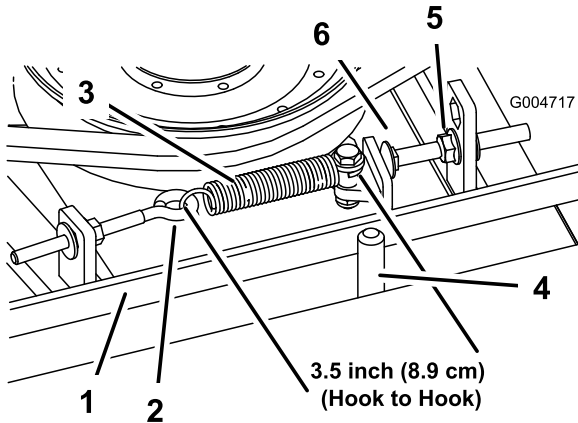

Figure 99
Lorsque le ressort d'extension est correctement tendu, l'intérieur doit mesurer (d'un crochet à l'autre) entre 8,3 et 9,5 cm. Lorsque le ressort est correctement tendu, ajustez le boulon de butée (boulon de carrosserie) jusqu'à obtention d'un jeu d'environ 2 à 5 mm entre la tête du boulon et le bras de tension (Figure 99).
Remarque: La courroie doit être placée du côté ressort du guide (Figure 99).
- Desserrez le boulon à œil pour pouvoir enlever le ressort d'extension (Figure 99).
- Desserrez l'écrou à embase qui fixe le boulon de butée à la patte de montage, et écartez la poulie de tension de la courroie pour détendre cette dernière (Figure 99).
- Raccrochez le ressort d'extension (Figure 99) au boulon à œil et tendez la courroie comme suit :